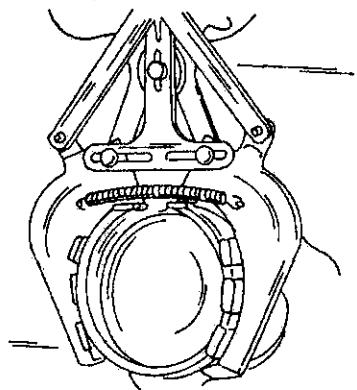

Рис. 120. Снятие поршневых колец с помощью специальных щипцов.
- Последовательно снять с поршней с помощью специальных щипцов поршневые кольца (Рис. 120). Если кольца будут устанавливаться повторно, замаркировать их. При отсутствии специальных щипцов кольца можно снимать, надвинув с противоположных сторон поршня под кольцо металлические полосу. Одну из полос во избежание образования царапин обязательно подложить под стык кольца.